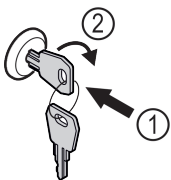

Fig. 150
- ▶ Zatlačte kľúč Fig. 150 (1).
- ▶ Otočte kľúč o 90° v smere hodinových ručičiek Fig. 150 (2).